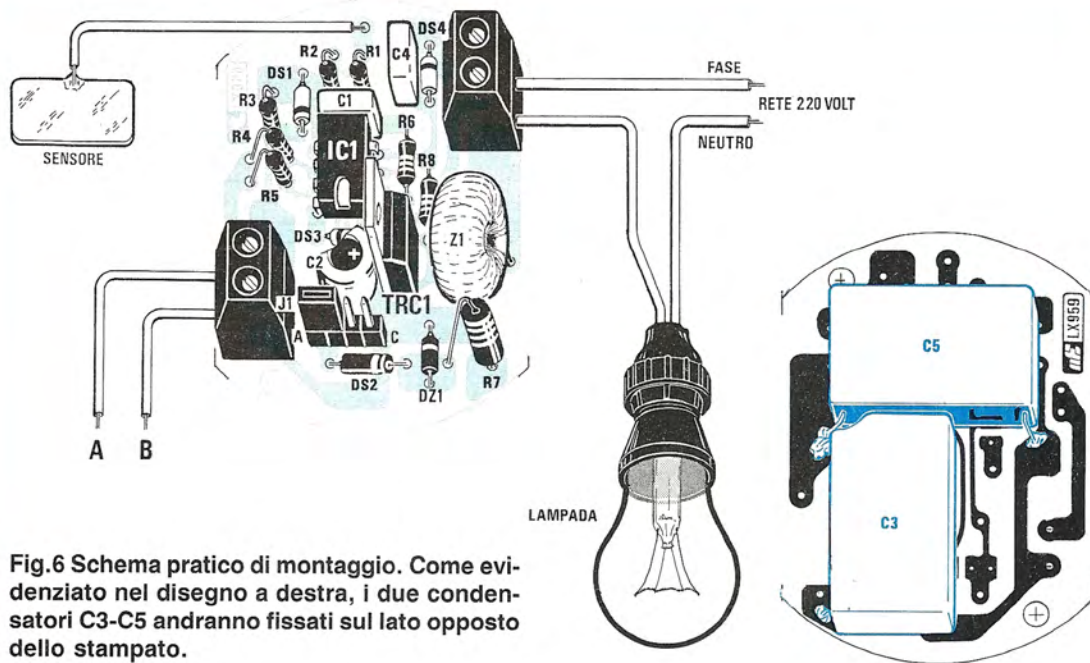

Fig.6 Schema pratico di montaggio. Come evidenziato nel disegno a destra, i due condensatori C3-C5 andranno fissati sul lato opposto dello stampato.
Una volta in possesso dello stampato, potrete iniziare il montaggio di tutti i componenti disponendoli come visibile in fig. 6.
Nello schema pratico visibile in fig. 6 abbiamo
In primo luogo applicate sulla morsettiere posta in alto (vedi fig. 6), una normale lampada a filamento, non importa di quale wattaggio.
**Fig.13** Se notate che la luce lampeggia, che premendo con un dito il sensore non aumenta e non si riduce la luminosità, che non si riesce a spegnere la lampada, il difetto non risiede nel circuito, ma nell'impianto elettrico. Se il filo che proviene dalla lampada, come in questo disegno, è quello di Fase, il circuito non potrà funzionare anche se invertirete sulla morsettiera i due fili. Il filo di Fase deve giungere direttamente sulla morsettiera, mentre la lampada deve necessariamente risultare collegata al filo Neutro come visibile in fig.6.
I due fili che vanno all'interruttore, li dovrete collegare alla morsettiera d'ingresso, come vedesi in fig. 6.